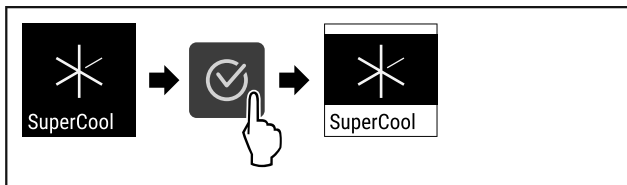

Fig. 90
- ▶ Kryeni hapat e veprimit (shihni Fig. 90).